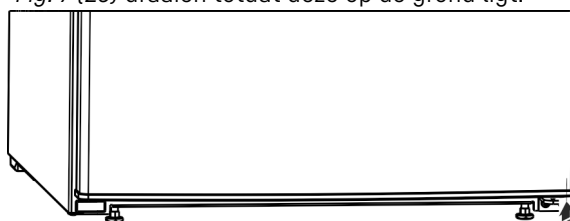

Fig. 9
- ▶ Het afstandsdeel Fig. 9 (13) weer rechtsonder in de deur plaatsen, omdat het belangrijk is voor de stabiliteit van het apparaat.